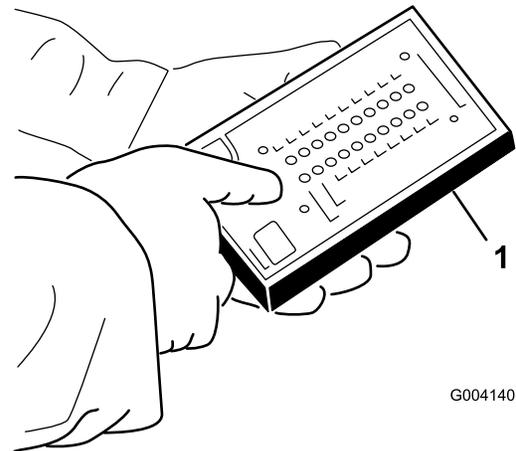

Bild 51
5. Schließen Sie den Stecker der ACE-Diagnostik an den Kabelbaum an (Bild 51).